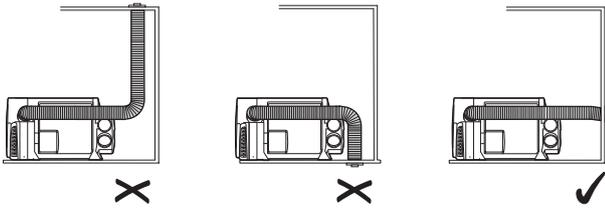

Abb. 2
- Der Kamin darf nur als Wandkamin ausgeführt werden. Dach- und Bodenkamine sind verboten (Abb. 2).